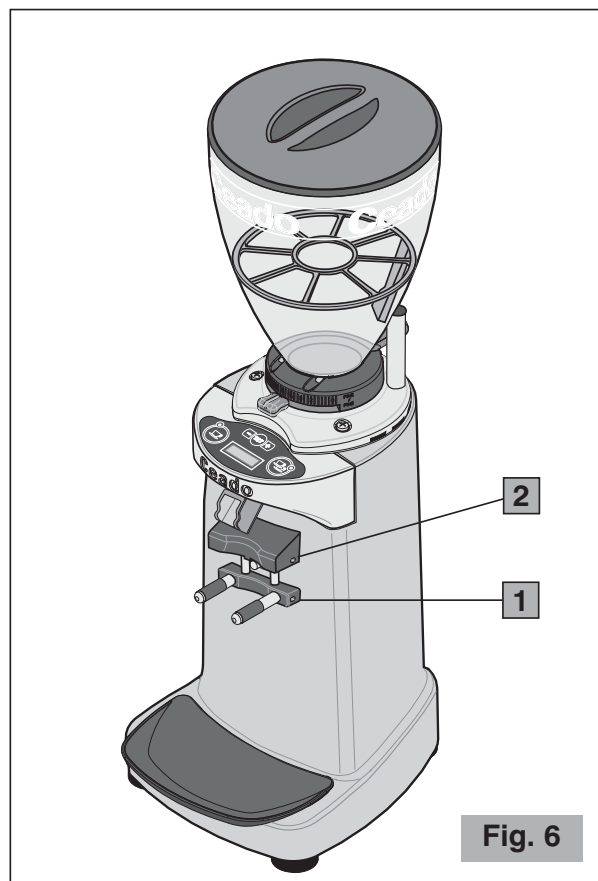
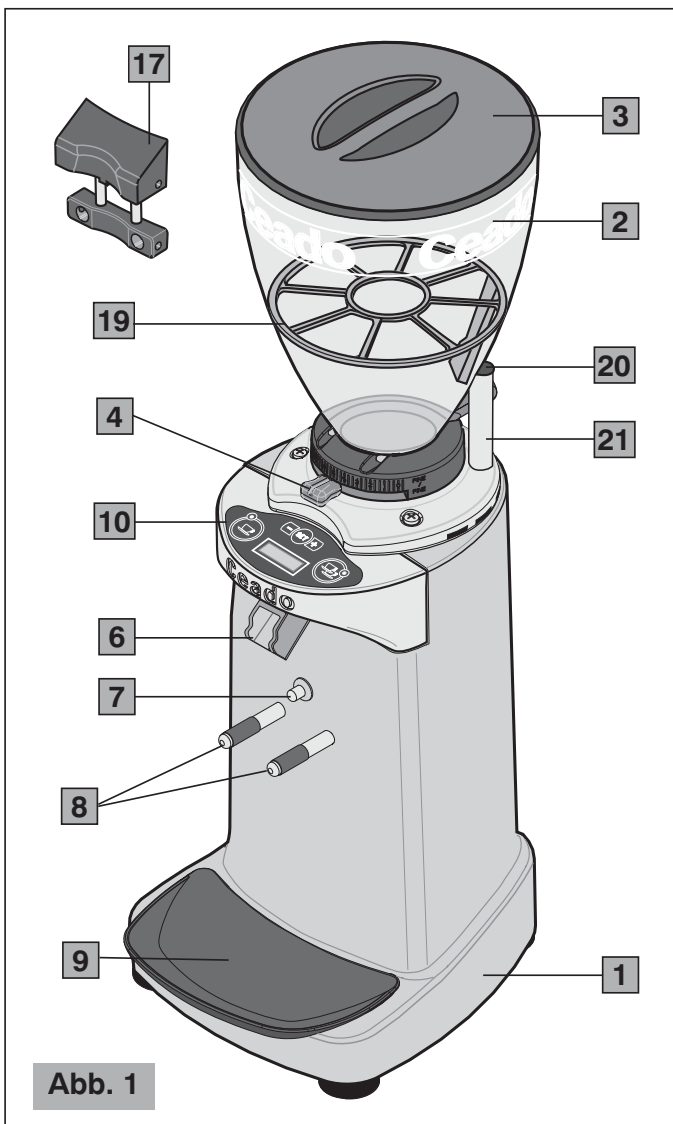
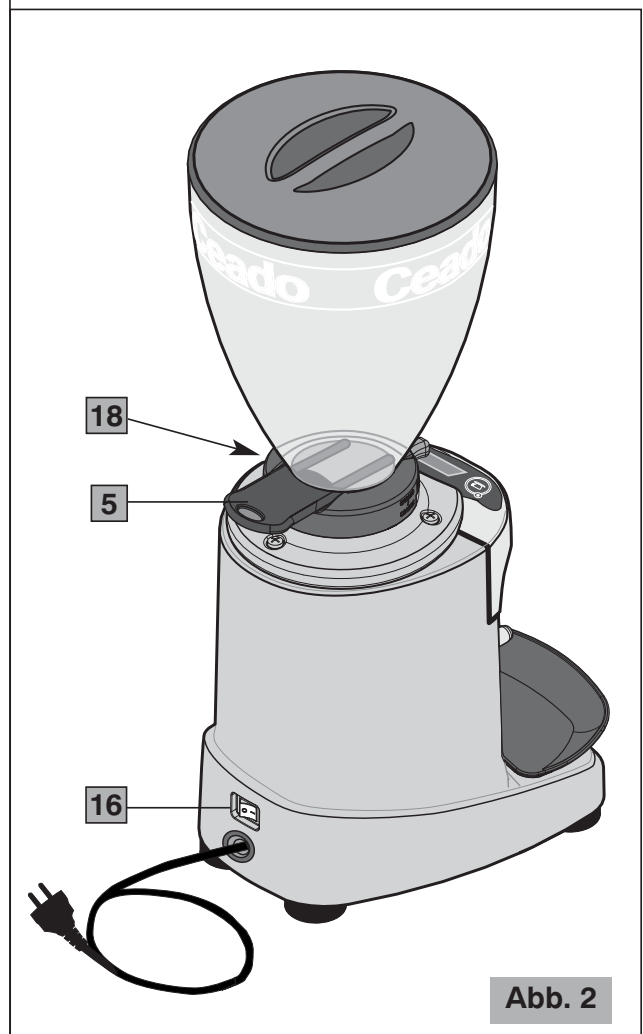

Fig. 6
Abb. 1
Abb. 2
Il est de toute façon possible de changer cette fonction en réglant le bouton de démarrage (7 Fig. 1) en **mode impulsion**. Avec ce réglage, le café commencera à être débité à la pression du bouton de démarrage (7 Fig. 1) et il finira seulement à la fin du temps programmé pour moulinner la dose souhaitée.
Pour installer le support porte-filtre (option) l'insérer dans les deux broches d'appui (voir 8 Fig. 1) et serrer les **deux** vis à tête à six pans creux présentes dans la partie **inférieure** du support (1 Fig. 6) jusqu'à le bloquer
Desserrer les **deux** vis à tête à six pans creux présentes dans la partie **supérieure** (2 Fig. 6), placer le porte-filtre sur le support et régler la hauteur de la partie supérieure de façon à maintenir le porte-filtre dans une position horizontale, serrer les deux vis pour maintenir la position souhaitée.
Le moulin à café pour espresso modèle E92 est muni d'une grille de sécurité amovible (19 Fig. 1) insérée à l'intérieur de la cloche.
Avant d'opérer avec le moulin à café, insérer la grille de sécurité à l'intérieur de la cloche du café dans la seule position qui permet de faire coïncider le capteur magnétique (20 Fig. 1) de la grille avec le bout de la tige de sécurité (21 Fig. 1).
Le moteur se bloque.	<ul style="list-style-type: none"> • Si à cause d'un réglage erroné de la mouture ou de la présence d'un corps étranger dans les meules, le moteur se bloque, essayer à augmenter la granulométrie au maximum en manœuvrant dans le sens des aiguilles d'une montre le levier de réglage (4 Fig. 1). Si cela ne suffit pas, alors arrêter l'appareil, débrancher la fiche de courant et s'adresser à du personnel technique qualifié.
Hauptkomponenten (Abb. 1, Abb. 2, Abb. 3)
(Option) (siehe auch Abb. 6)
Bevor der Stecker in die Steckdose gesteckt wird muss man sich vergewissern, dass sich der ON-OFF-Schalter (16 Abb. 2) auf "O" (ausgeschaltet) befindet.
6. Sich vergewissern, dass der Kaffeebohnenbehälter korrekt aufsitzt und der Kaffeebohnenbehälterverschluss (5 Abb. 2) vollständig bis zum Anschlag offen ist.
- 2 Den ON-OFF-Schalter (16 Abb. 2) auf "I" einstellen.
- 4 Wenn sich das Gerät im Zustand "BEREIT" befindet, muss zum Mahlen mit dem Filterbehälter die Starttaste (7 Abb. 1) so lange in dieser Position gedrückt werden, bis der Auswurf beendet wird. Während des Betriebs blinkt die entsprechende LED und am Display wird die Meldung "MAHLVORGANG" angezeigt.
Eine weitere Korrektur des Mahlgrads kann vorgenommen werden, indem der Hebel (4 Abb. 1) am Kaffeebohnenbehälterboden (siehe Abb. 4) betätigt wird.
! Betätigen Sie den Hebel immer mit laufendem Motor und ohne Kaffee in den Mahlscheiben). Zu diesem Zweck kann der Verschluss (5 Abb. 2) am Kaffeebohnenbehälterboden betätigt werden, um das Hinunterfallen der Kaffeebohnen in das Mahlwerk zu unterbrechen oder wieder aufzunehmen.